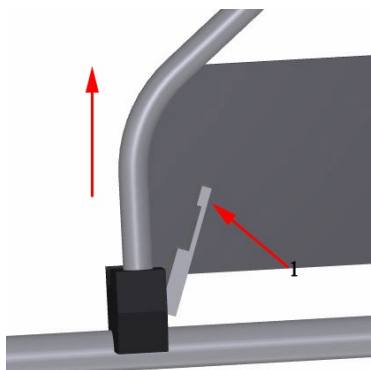
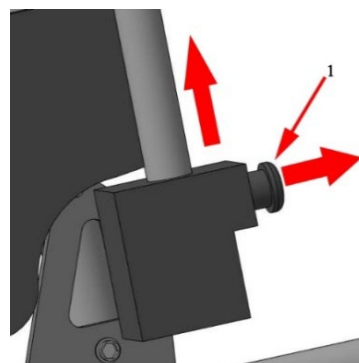
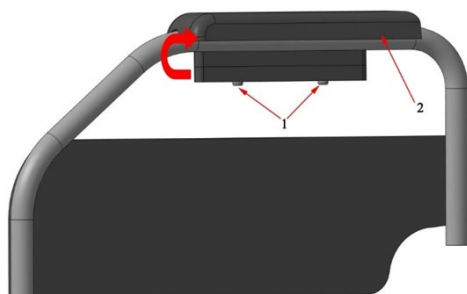

Рис.1.8
Рис.1.9
Рис.1.10
5.5 Кресла оснащены съемно-откидными подлокотниками, регулируемыми по высоте и длине. Для откидывания подлокотника, зажмите флажок (поз.1, рис.1.8) и поднимите переднюю часть подлокотника вверх. Для снятия подлокотника потяните фиксатор (поз.1, рис.1.9) затем извлеките подлокотник движением вверх. Для регулировки подлокотника по высоте вы крутите болты (поз.1, рис.1.10) затем установите подлокотник на необходимую высоту, установив проставки на нужную высоту, затем затяните болты.